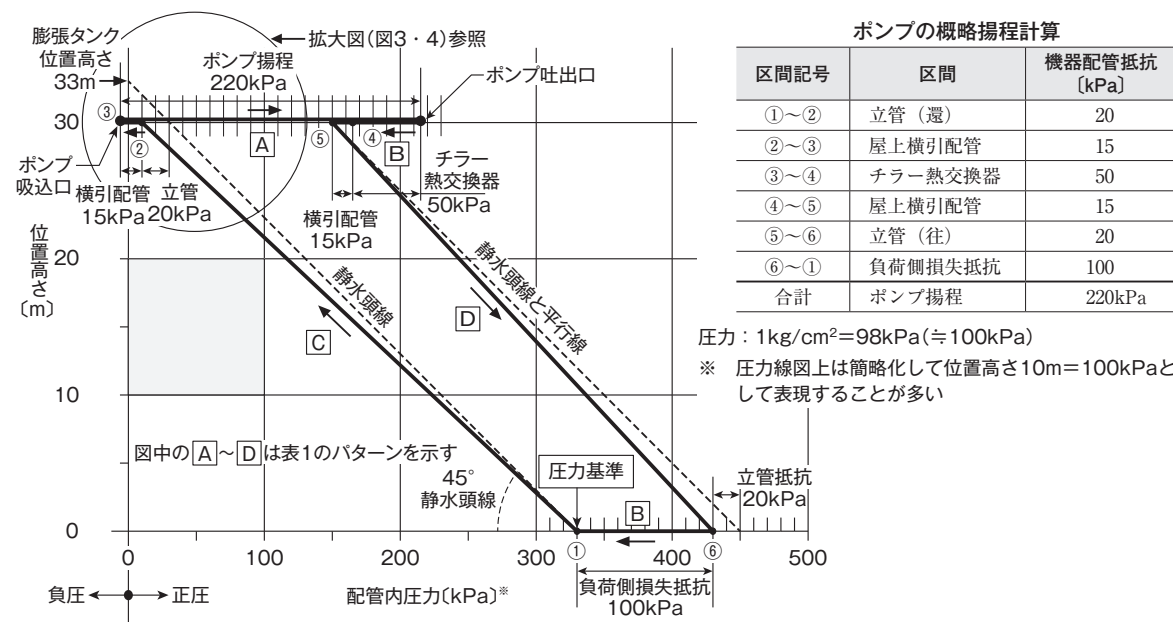

図2 配管圧力線図
図2の配管圧力線図からわかるとおり、立管の圧力損失があるため、③のポンプ吸込み部の圧力(ポンプ背圧)が大気圧より低い圧力(負圧)になっています。担当者は、チラー運転中に配管内が負圧になっているのに気づかず、ここに設置された手動エア抜き弁を開けてしまい、逆に空気を吸い込んでいました。ポンプ停止中なら圧力分布は静水頭線と同じで、エア抜き部は正圧(+30kPa)なのでエアを抜くことは可能です。しかし、運転中